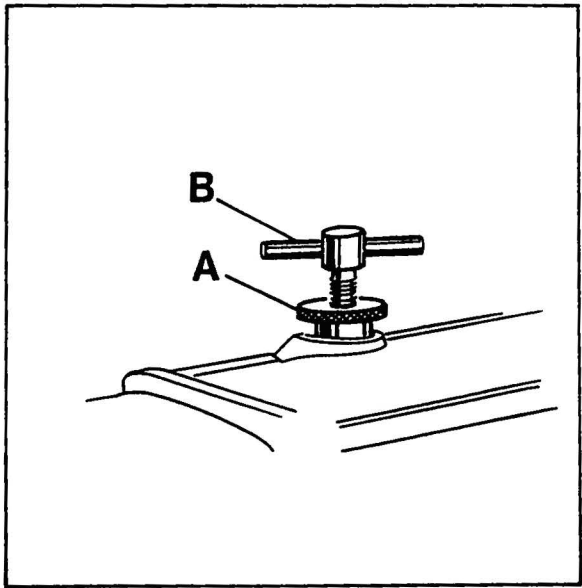

Fig. 22
Rotate the handwheel until the lower feed dog is below the throat plate. Loosen knurled nut (A, Fig. 22) and turn out T-screw (B) until it does not exert any pressure on the leaf springs. In this position, the pressure exerted on the presser foot should be so strong that the presser foot bottom and the front end of the presser foot tongue rest squarely on the throat plate.
Drehen Sie am Handrad bis der untere Transporteur unter der Stichplatte steht. Lösen Sie die Rändelmutter (A, Fig. 22) und drehen Sie die Knebelschraube (B) soweit heraus, daß sie nicht mehr auf die Blattfedern drückt. In dieser Stellung soll der Druck auf den Drückerfuß so stark sein, daß die Drückerfußsohle und das vordere Ende der Drückerfußzunge flach auf der Stichplatte aufliegt.
Now turn in T-screw (B, Fig. 22) until the necessary presser foot pressure for proper feeding is exerted (determine by sewing tests). Secure this setting with the knurled nut (A) which simultaneously fastens the upper arm cover. Remount the face cover and the finger guard.
Nun drehen Sie die Knebelschraube (B, Fig. 22) soweit ein, daß der zum einwandfreien Transport notwendige Drückerfußdruck erzeugt wird (durch Nähversuche ermitteln). Sichern Sie diese Einstellung mit der Rändelmutter (A), mit der gleichzeitig der obere Armdeckel befestigt wird. Montieren Sie den Stirndeckel und den Fingerschutz wieder.